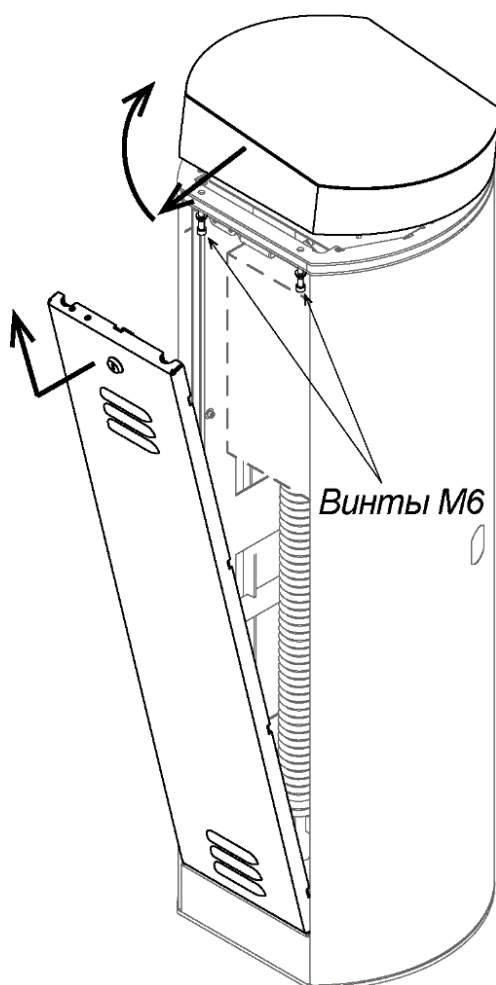

Рисунок 10. Порядок снятия верхней крышки шлагбаума
По умолчанию шламбаум поставляется с положением стрелы, рассчитанной на правосторонний проезд (стойка шламбаума фронтальной стороной располагается справа от проезжей части). При необходимости изменения этого положения на противоположное выполните следующие действия (см. рис. 10):
- вращайте винт (ручку) разблокировки привода (21) (см. рис. 10) влево или вправо до тех пор, пока нижний шарнир шатуна (12) не выйдет из крайнего положения и стрела не станет поддаваться ручному воздействию вверх,
1. Откройте дверцу (2) стойки шлагбаума.
2. Шестигранным ключом S10 ослабьте два болта (14), фиксирующие рычаг (13) на валу кронштейна стрелы (см. рис. 10). Придерживайте стрелу от падения!